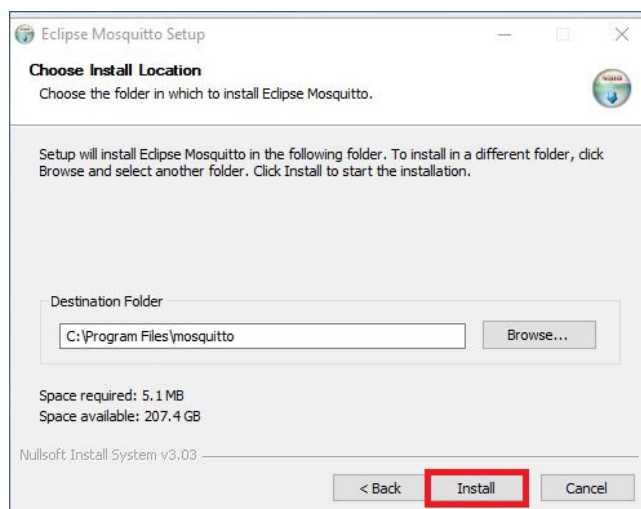

Figura 4.7: Lancio installazione Fast Mode
7. Cliccare su "Install" per lanciare l'installazione, figura 4.7.